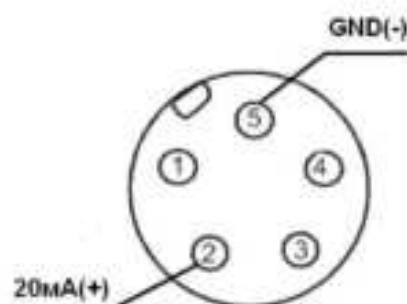

Рис.5.1
* *Подключение по методу токовой петли 20mA (см. рис.5.1):*